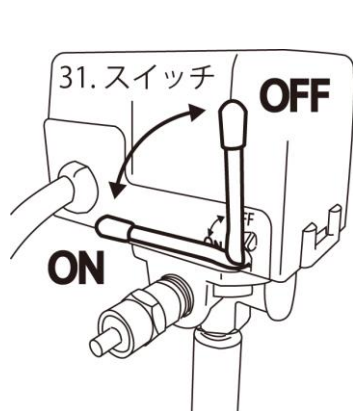

図1
- ①本商品を風通しが良く、火の気の無い場所で、壁から30～45cm程度離して、平らな面に設置してください。
- ②**安全の為、本商品を取り付ける車両のバッテリー配線を取り外して、作業をしてください。**
- ③車両のバッテリー陽極配線（プラス）側に40. 電源コードの赤色コード端子を、バッテリー陰極（マイナス）側又は、ボデーアースに黒色コード端子を、必ず絶縁処理を施し、ボルト・ナットを使用して確実に接続してください。
- ④31. スイッチのレバーをON（レバーが地面に対して平行）にすると本機は起動します（図1参照）。
使用後は必ず、31. スイッチのレバーをOFF（レバーが地面に対して垂直）にして、**23. ドレンバルブを緩め、22. エアタンクの内部に溜まった水を抜いて**ください（図1、3参照）。